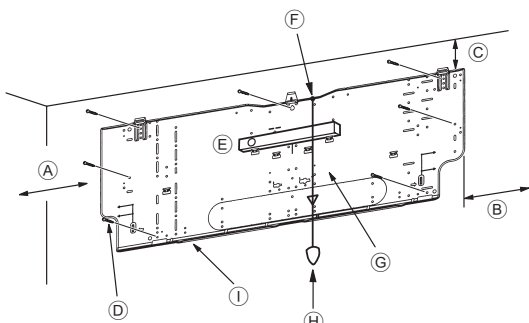
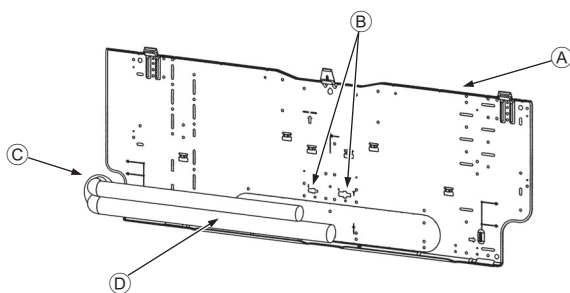

Рис. 3-4
Рис. 3-5
■ PKFY-P-VKM-E (Рис. 3-4)
- Ⓓ Крепежные винты (4 × 25) ②
- Ⓘ Монтажная плита ①
3.3. Встраивание труб в стены (Рис. 3-5)
- Ⓐ Монтажная плита ①